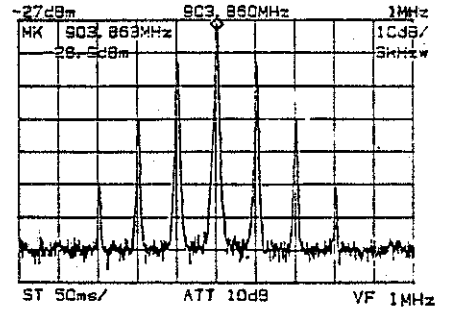

図 5-14 変調周波数が高いFM波の測定
- ② 搬送波周波数を中心周波数に設定します。
- ③ 周波数スパンを変調周波数の10倍より低い値に設定します。
- ④ マーカを搬送波のピークに置き、このときのマーカ周波数をメモしておきます。(図 5-14)